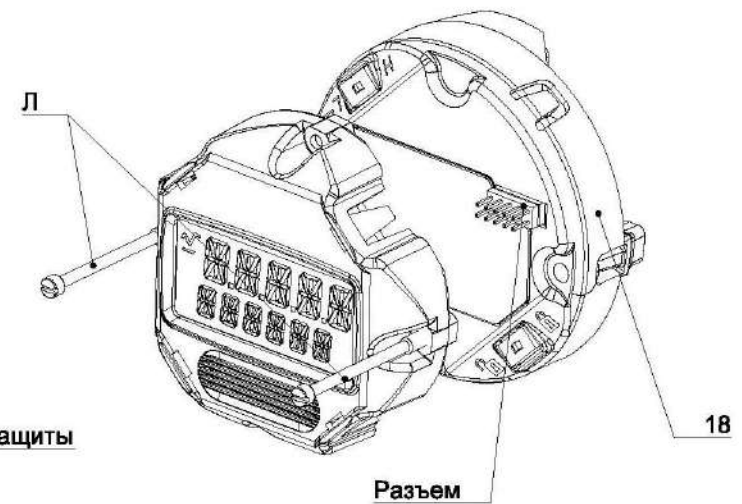

Рисунок 4 – Электронный преобразователь (продолжение)
1.3.4.2 На электронной плате расположены переключатели, определяющие режим работы датчика при неисправности и режим защиты параметров настройки датчика (рисунок 4).